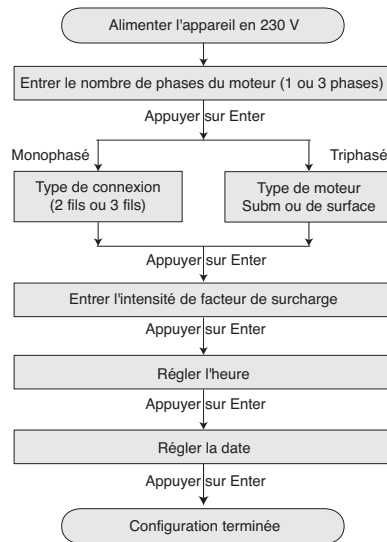

Figure 10 - Guide de configuration de l'appareil.
1. **Programmation du PID:** Mettre le PENTEK INTELLIDRIVE sous tension. Le Guide de configuration s'affiche sur l'écran. Suivre la séquence de touches de la Figure 10.